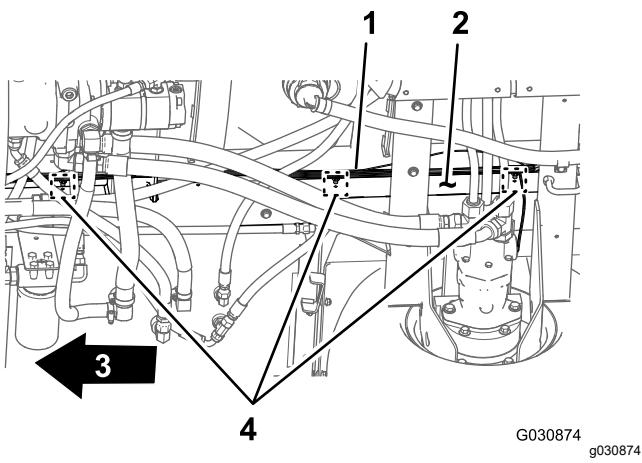

Bild 14
3. Entfernen Sie die drei Eindrückbefestigungen, mit denen der hintere Kabelbaum in den Löchern im rechten Rahmenrohr der Maschine befestigt ist (Bild 14).